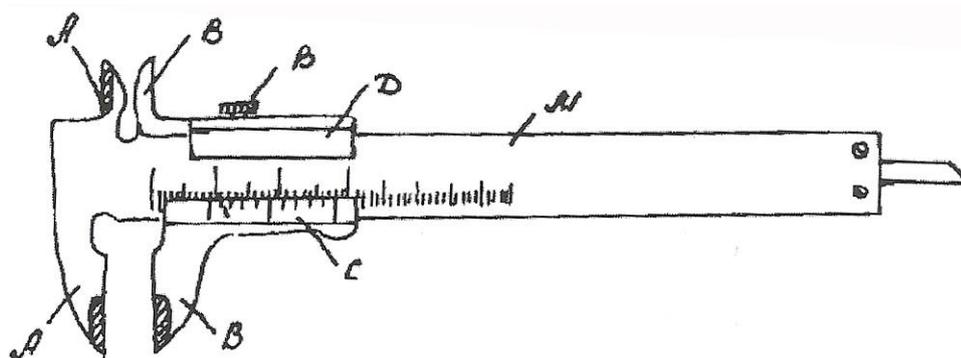

Рис.1
**Штангенциркуль** состоит из прочной негнущейся масштабной линейки  $M$ , разделенной на сантиметры и миллиметры (см. Рис.1). В начале линейки укреплены неподвижные губки  $A$  и  $A'$ . По линейке перемещается движок  $D$ , составляющий одно целое с губками  $E$  и  $E'$ . Эти губки параллельны губкам  $A$  и  $A'$  и могут подходить к ним вплотную. Движок можно закреплять в нужном положении винтом  $B$ .